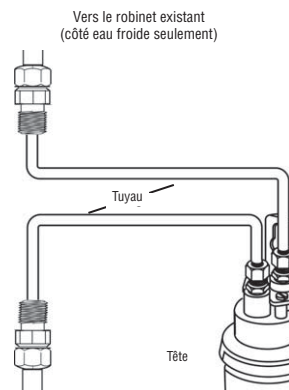

Figure 9
9. Couper deux longueurs de tuyau de cuivre mou de 3/8 po et plier pour donner la forme illustrée. Plier le tube de manière à former des courbes douces plutôt que des angles aigus (figure 9).